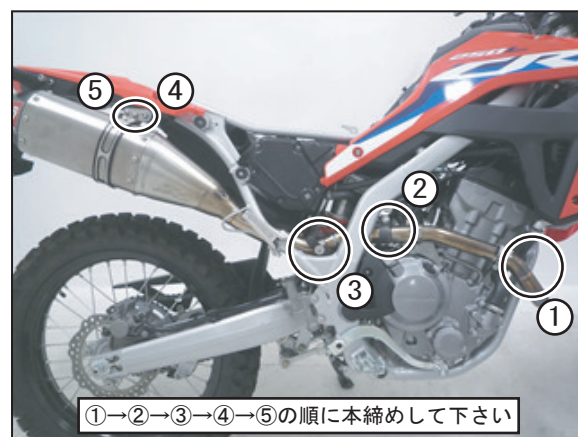

FIG. 15
11. 車両とマフラーとのクリアランスを確認し、仮締めしたボルト・ナットをエキゾーストパイプ→純正クランプバンド→テールパイプ→サイレンサーステー→サイレンサーバンドの順に規定トルクで締め付けて下さい。(FIG. 15 参照)